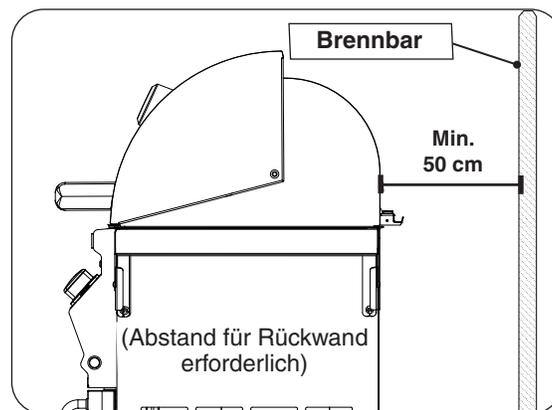

Abb. 8-3 Freiraum 'C' Diagramm
- Das Gerät muss einen Mindestabstand von 50 cm zu brennbaren Rückwänden haben (siehe Abb. 8-3).